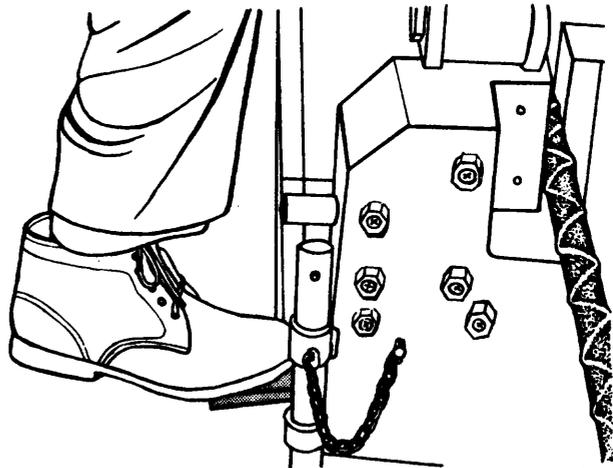

Fig. 2
- 6º paso *Pise el pedal, o accione la palanca que mueve las cuchillas, hasta cortar la cabilla (fig. 2).*